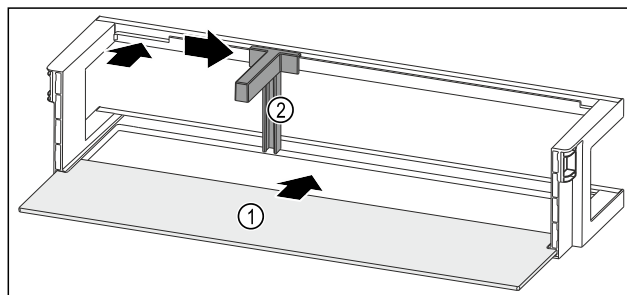

Fig. 226 Dveřní přihrádka s odkládací plochou
- Odkládací plochu Fig. 226 (1) zasuněte do bočních vybrání.
- Držák lahví Fig. 226 (2) vložte do vybrání.
- Držák lahví Fig. 226 (2) posuňte na stranu do požadované polohy.